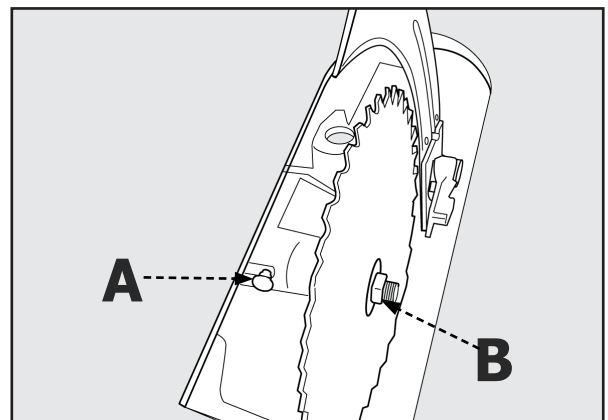

FIGURA 21
2. Presione y sostenga el botón de bloqueo del eje (A) que se muestra en la Figura 21.
3. Utilice la llave provista para retirar la hoja girándola en sentido contrario a las agujas del reloj y sujetando la tuerca y la brida (B). Retire la cuchilla vieja.